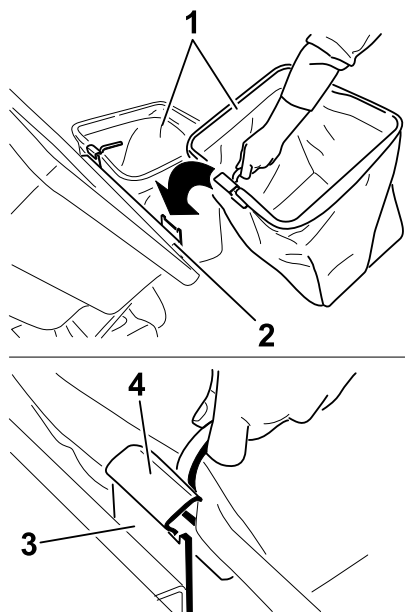

Figure 14
4. Soulevez le couvercle et installez les bacs en accrochant les crochets de l'armature sur les pattes de retenue (Figure 14).